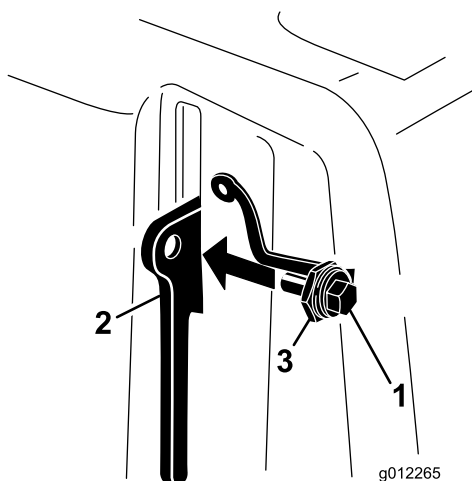

Figura 18
3. Introducei urubul în maneta de blocare (Figura 18).